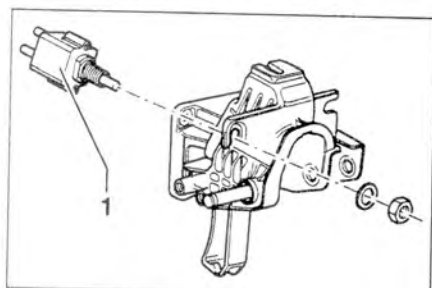

Рис. 5.6. Отсоедините разъем проводки от выключателя педали 1. Ослабьте гайку крепления и снимите выключатель 1 с опорного кронштейна.
6. Отсоедините разъем проводки от выключателя педали 1 (рис. 5.6). Ослабьте гайку крепления и снимите выключатель 1 с опорного кронштейна.